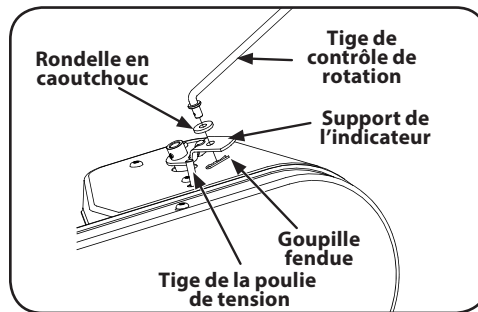

Figure 5-1
3. Enlevez la goupille fendue et la rondelle à ressort de la tige de la poulie de tension. Voir Figure 5-1.